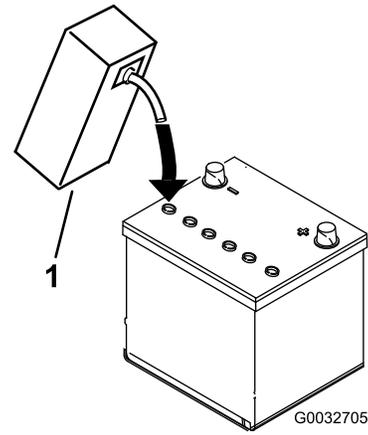

Figura 4
4. Espere aproximadamente 20–30 minutos para que el electrolito penetre en las placas. Llène si es necesario para que el electrolito llegue a una distancia de aproximadamente 6 mm (¼") del fondo del hueco de llenado (Figura 4).